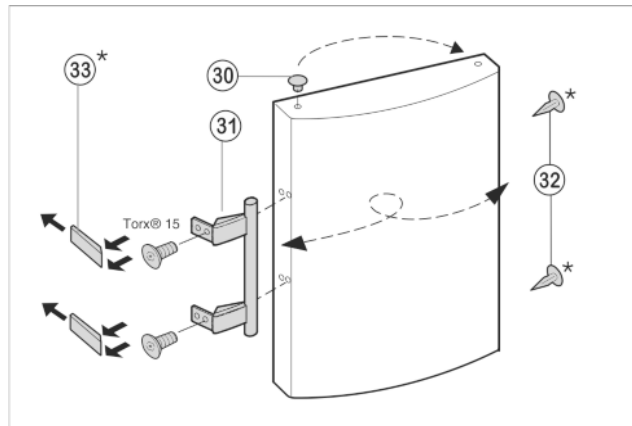

Fig. 8
- Zátky Fig. 8 (30) vyjměte z pouzdra ložisek dvířek a přemístěte je.
- Madlo dveří Fig. 8 (31), zátky Fig. 8 (32) a krycí destičky Fig. 8 (33) odmontujte a přemontujte na protější stranu.